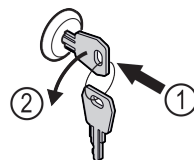

Fig. 182
- ▶ Introducir la llave. Fig. 182 (1)
- ▶ Girar la llave 90° en sentido antihorario. Fig. 182 (2)